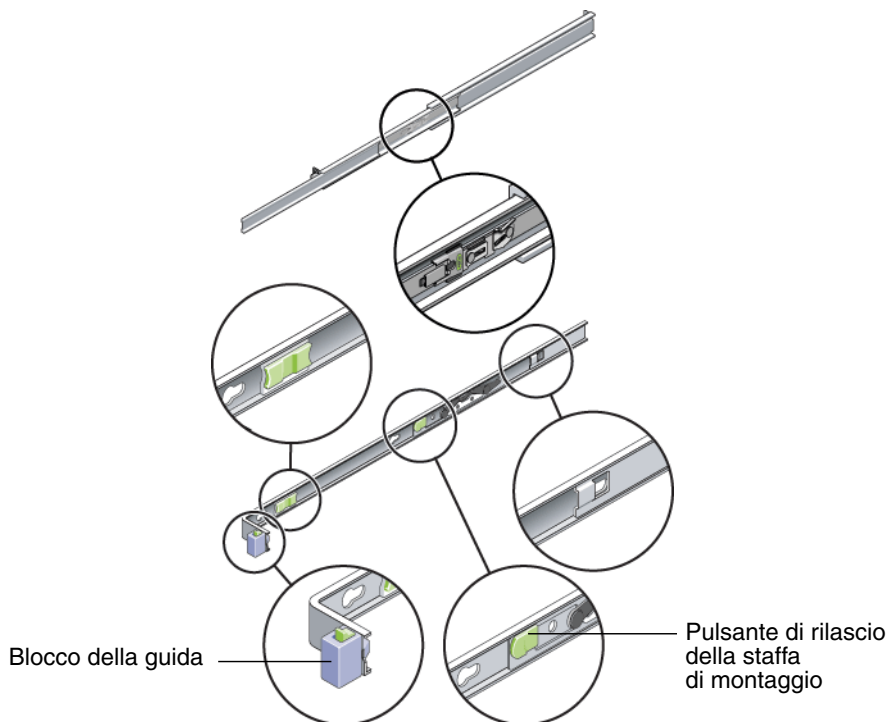

FIGURA 2-1 Smontaggio della guida prima dell'installazione
2. Individuare il blocco della guida nella parte anteriore di uno dei gruppi di scorrimento, come indicato nella FIGURA 2-1.
3. Premere e tenere premute le linguette nella parte superiore e inferiore del blocco e contemporaneamente estrarre la staffa di montaggio dal gruppo di scorrimento, fino a raggiungere il fermo. Vedere la FIGURA 2-1.
4. Tirare il pulsante di rilascio della staffa di montaggio verso il lato anteriore della staffa, com indicato nella FIGURA 2-1 e simultaneamente ritrarre la staffa di montaggio dal gruppo di scorrimento.